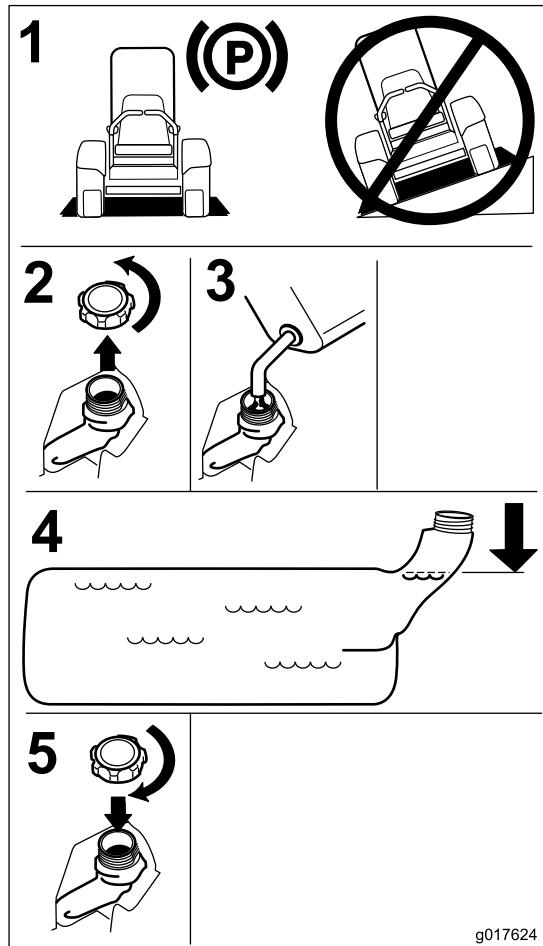

Bild 6
4. Füllen Sie den Kraftstofftank bis zur Unterseite des Einfüllstutzens. Stellen Sie sicher, dass im Tank für die Ausdehnung des Benzin vorhanden ist (Bild 6).